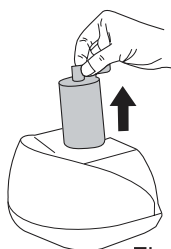

Fig.3
- Retirer le filtre de l'orifice de remplissage. (Vous pouvez retirer le filtre lors du remplissage du réservoir ou le laisser en place et verser l'eau directement dessus) Fig.3